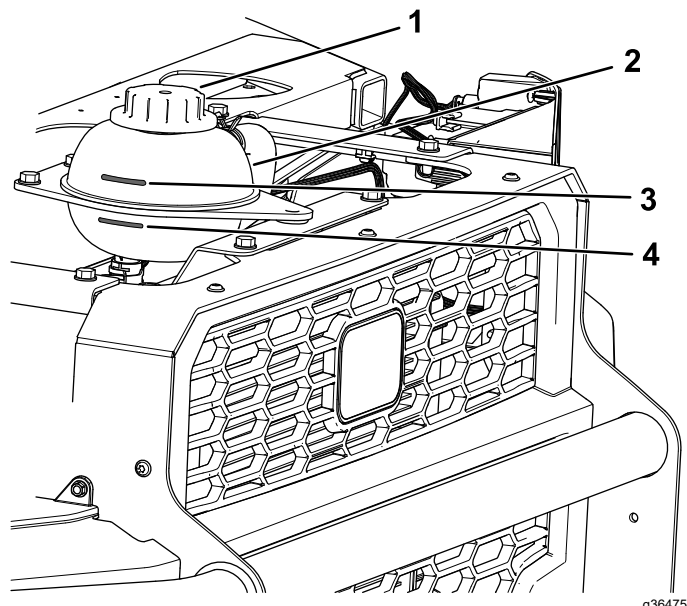

Figura 81
4. Compruebe el nivel de refrigerante del depósito de refrigerante (Figura 81).